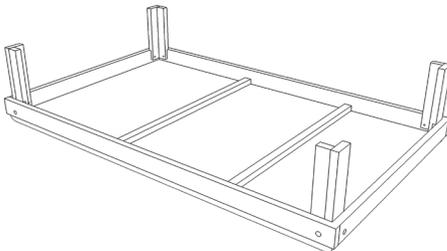

Fig.16
4. Con la ayuda de otra persona, poner la cama erguida sobre una superficie plana (Fig.16)